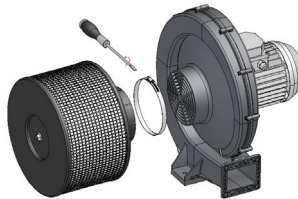

ABBILDUNG 8
3. Sofern vorgesehen, den Filter auf die Ansaugöffnung setzen und mit der Schelle (im Lieferumfang des Filters) befestigen (ABBILDUNG 8).